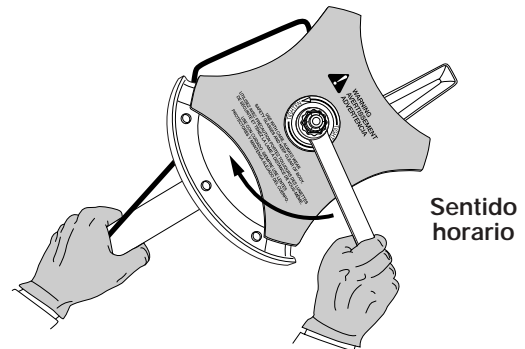

Fig. 14
2. Sostenga la varilla de cierre en su lugar junto al brazo de la unidad (Fig. 14).
3. Mientras sostiene la varilla de cierre, afloje la tuerca de la cuchilla girándola en sentido horario con una llave de casquillo o de boca cerrada de 5/8 de pulgada (Fig. 14).